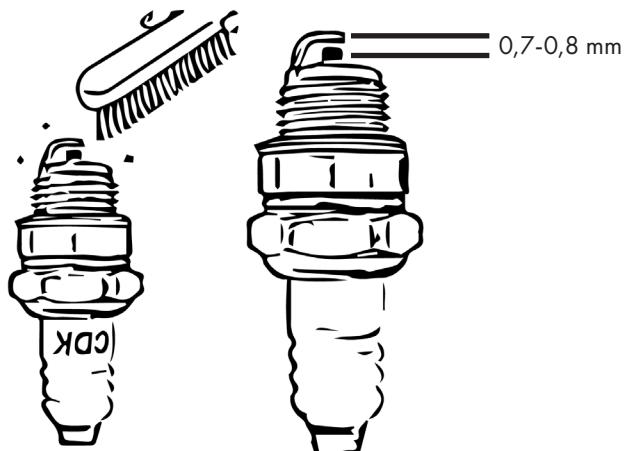

Bild 19
- Ställ in elektrodavståndet till ett målvärde på 0,7-0,8 mm. Se bild 19.